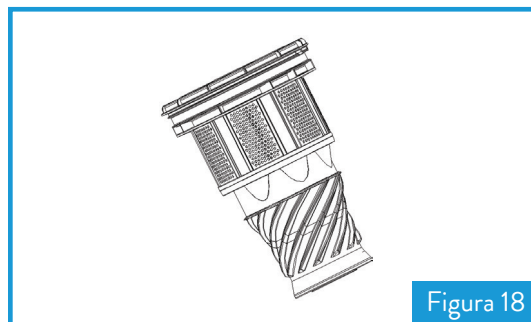

Figura 18
7. De acuerdo con la figura 18, tome el filtro de alto rendimiento y lávelo.